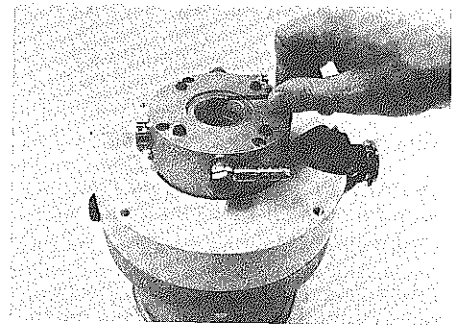

Fig. 18
- Spritzmutter 26 abschrauben (Linksgewinde, SW3), Fig. 18.
- Unscrew splash nut 26 (left-hand thread, SW3), fig. 18.
- Dévisser l'écrou de barbotage 26 (filetage gauche, SW3; fig.18).